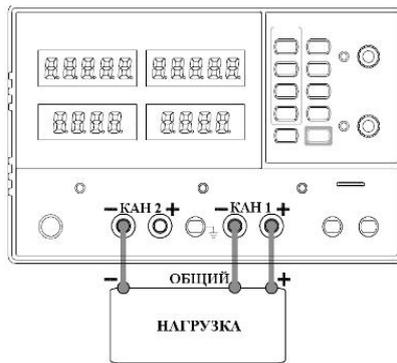

Рис. 7.4. Подключение нагрузки к источнику положительного/ отрицательного напряжения
- При необходимости питать нагрузку одновременно напряжением положительной и отрицательной полярности подключение произвести в соответствии с рис. 7.4. В этом случае выходное напряжение соответствующей полярности будет изменяться от 0 до номинального значения. Общей точкой подключения в этом случае служит клемма отрицательной полярности канала 1.